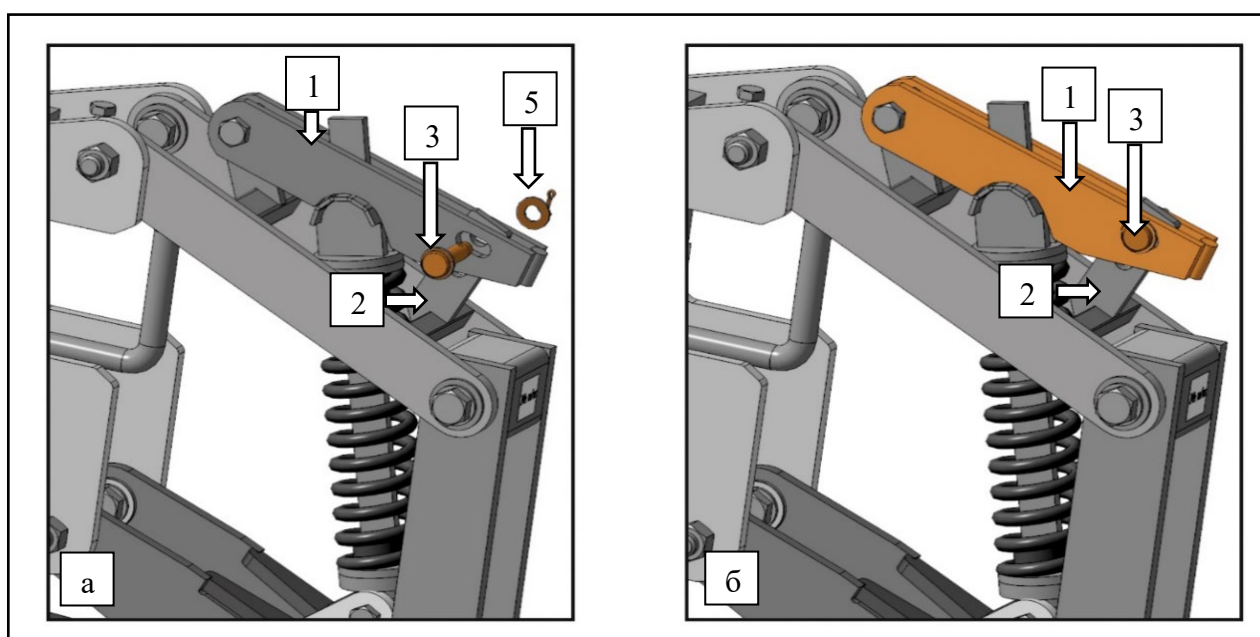

Рисунок 67 – Регулировка
1. Демонтировав шплинт и шайбу (5), извлечь фиксатор (3), рис. 67 а;
2. Совместить отверстие на тяге (1) с отверстием (отв. 1 или отв. 2) на рычаге (2);
3. Зафиксировать тягу (1), используя фиксатор (3), шайбу и шплинт (5), рис. 67 б.